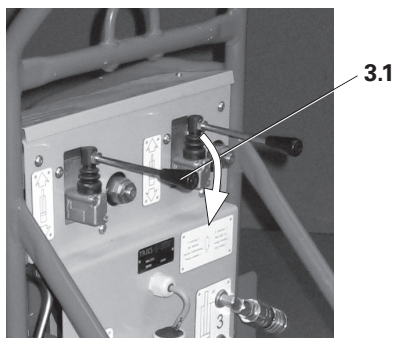

Fig. C3.06
1. Premere la leva di comando (3.1) verso il basso. (Fig. C3.06)